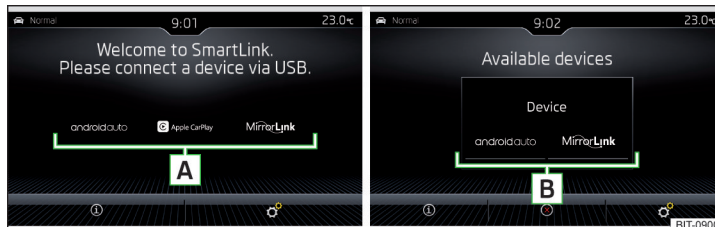

Abb. 175 Unterstützte Kommunikationssysteme / Beispiel verfügbarer Kommunikationssysteme des angeschlossenen externen Geräts
Ist kein externes Gerät angeschlossen, dann wird ein Menü mit unterstützten Kommunikationssystemen SmartLink angezeigt **A** » Abb. 175.
Hauptmenü » Abb. 175
- › Den Typ des unterstützten Kommunikationssystems **B** wählen » Abb. 175 auf Seite 148.